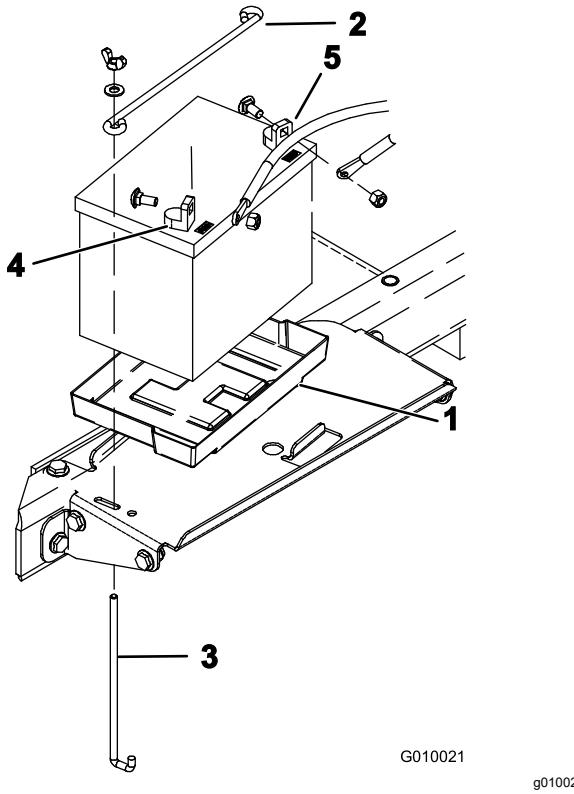

図 14
- バッテリーをコンパートメントのトレーに取り付ける図 14。バッテリー端子が外側を向くように取り付ける。